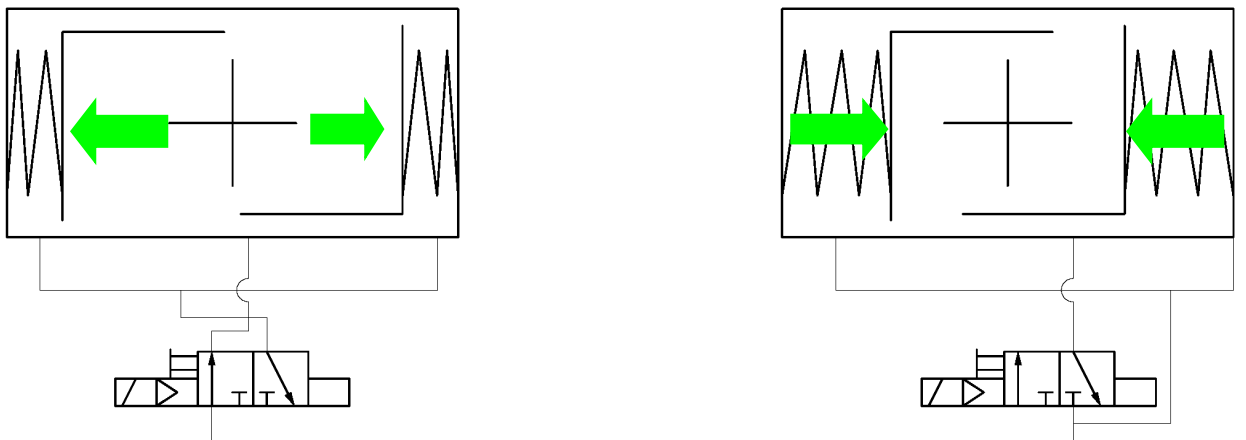

Bild 2: Kopplingsbilder för enkelverkande manöverdon EB SYS
- ▶ enkelverkande manöverdon med fjäderretur EBx.1 SYS visas på bild 2
<p>Vid manöverdon i standardutförande ska tillförseln av luft via vänster anslutning ske med moturs rotation och tillförsel via höger anslutning med medurs rotation. Manöverdon med fjäderretur matas endast via åt höger anslutning, se bild 2.</p>